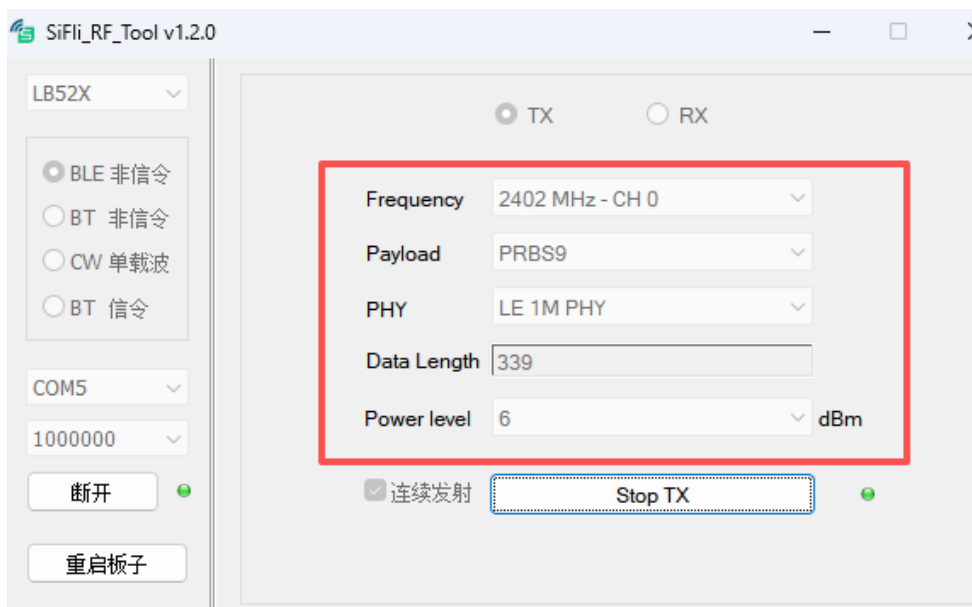

图 3-2
- 点击 Start TX ，按钮右侧灰色点变成绿色点，则表示发射成功，可在综测仪上看到对应参数，如图 3-2